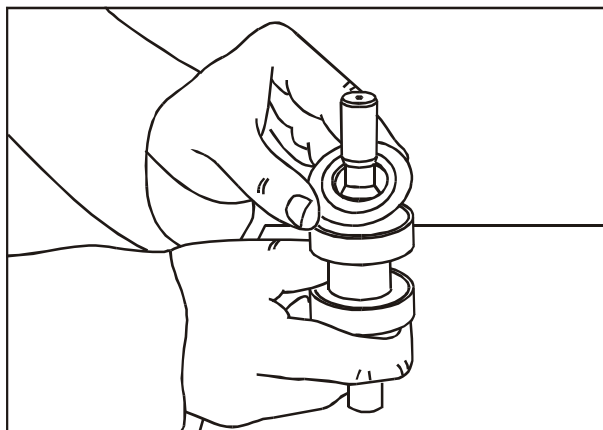

FIG 13
3. Monte um flange novo na árvore com a face siliente voltada para cima, conforme a **Fig. 13**.